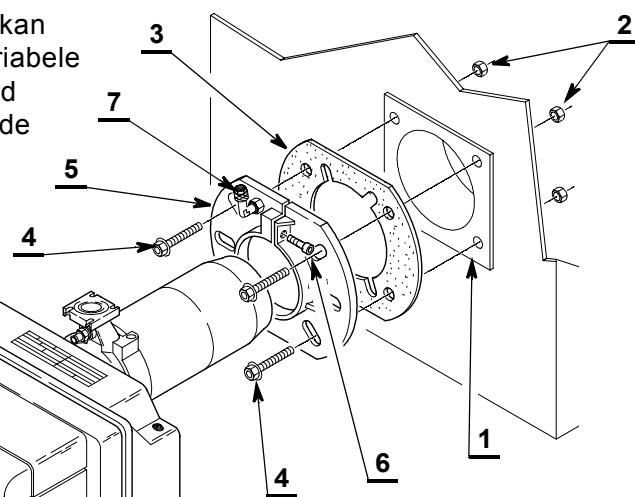

Fig. 2
- Monteer het bij de brander geleverde drukafnamepunt (7) op de flens (5).
- Bevestig de branderflens (5) op de ketelplaat (1) met behulp van 4 schroeven (4) en (indien nodig) de moeren (2) **en plaats de flensdichting (3) ertussen**. Schroef een van de bovenste twee schroeven (4) niet helemaal vast (zie fig. 2).
- Steek de branderkop door de flens (5) de flens vastdraaien met de schroef (6) en dan de schroef (4) die nog niet was vastgemaakt blokkeren.
- Controleer of het drukafnamepunt (7), door de isolerende flensdichting (3) heen, werkelijk de druk in de kamer kan opmeten. Indien dit signaal niet zeker is, plaats dan het drukafnamepunt direct verbonden met de verbrandingskamer (bijvoorbeeld door de doorgang van het display, indien beschikbaar). Als de verbrandingskamer niet op doeltreffende wijze met een drukafnamepunt verbonden is kan dit tot een onveilige werking leiden en mogelijkerwijs tot moeilijke ontstekingen.